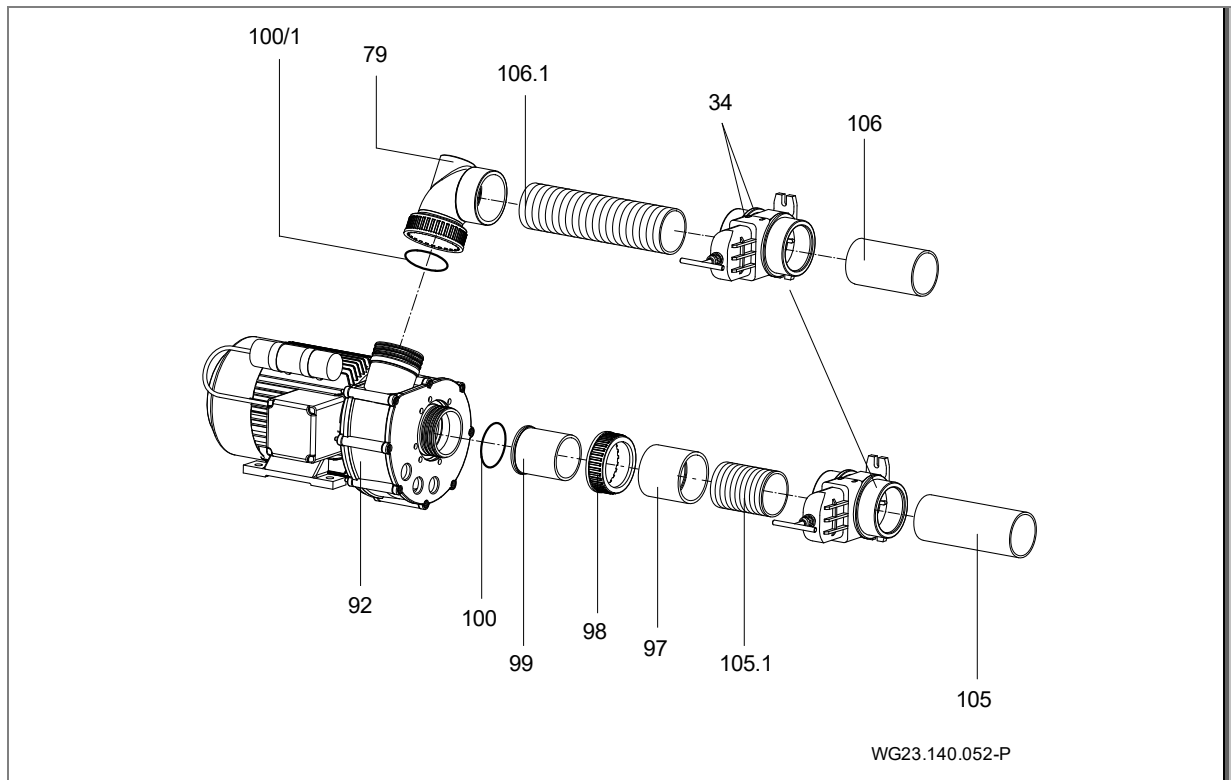

Abb. 22
13. Jet-Pumpe (92) saugseitig mit flexiblem Saugrohr (105.1), Muffe (97), Verschraubung (98, 99) und druckseitig mit flexiblem Druckrohr (106.1) und Spezialreduzierwinkel (79) anschließen beziehungsweise verkleben. (Abb. 22)